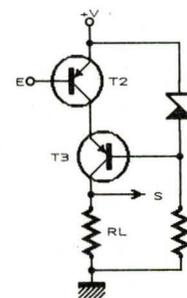

Figure 3 - Le montage cascode.
b) le deuxième étage est un peu plus compliqué. Il s'agit d'un étage cascode, alimenté par une source de courant. Le montage cascode (**figure 3**) présente des avantages qu'on a tendance à oublier aujourd'hui. Pourtant, il
C'est précisément ce dont nous avons besoin dans le cas présent. Comme le montre le schéma de la figure 3, T2 attaque l'émetteur de T3, dont la base est mis à un potentiel stabilisé par la diode Zener et qui se comporte donc en montage à base commune. L'effet Miller de T3 (dû à la capacité collecteur-base) est éliminé et il suffit de prévoir une